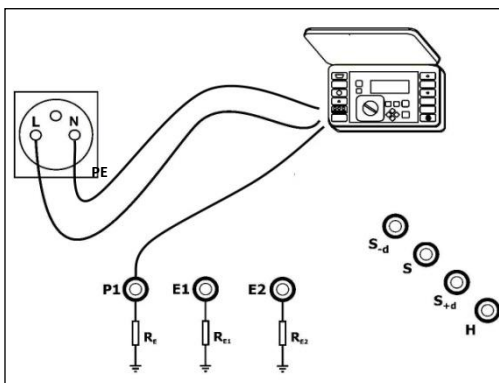

Рис.12 Подключение измерителя.
- подключить измеритель сопротивления петли короткого замыкания в соответствии с Рис.12;